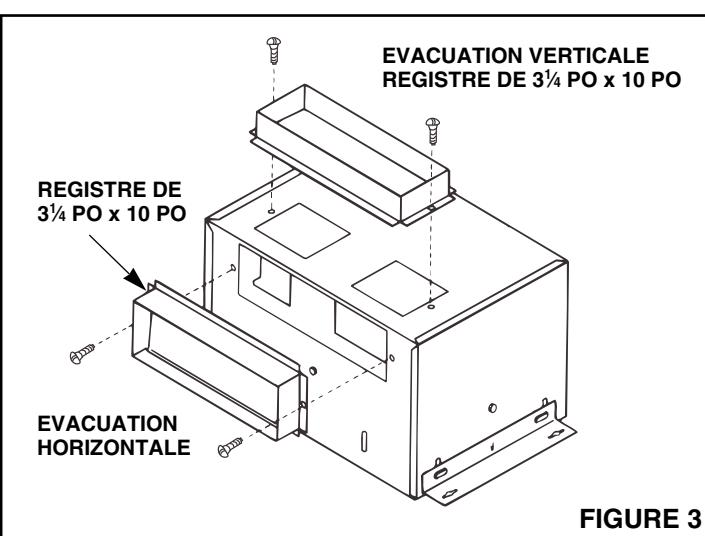

FIGURE 3
4. **Voir Figure 3.** A l'aide des deux (2) vis fournies, monter le registre de $3\frac{1}{4}$ po x 10 po en haut du boîtier pour une évacuation verticale, ou sur le côté du boîtier pour une évacuation horizontale.